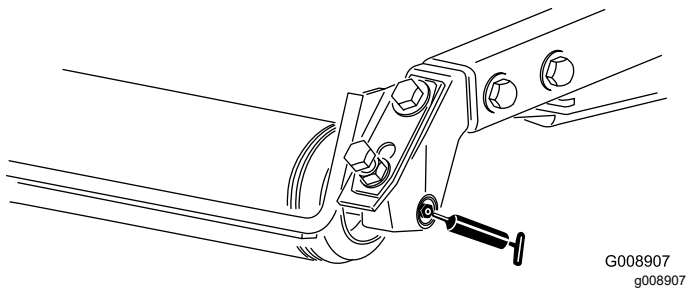

Bild 73
- Heckrollenlager (2 pro Schneideinheit)—Bild 73